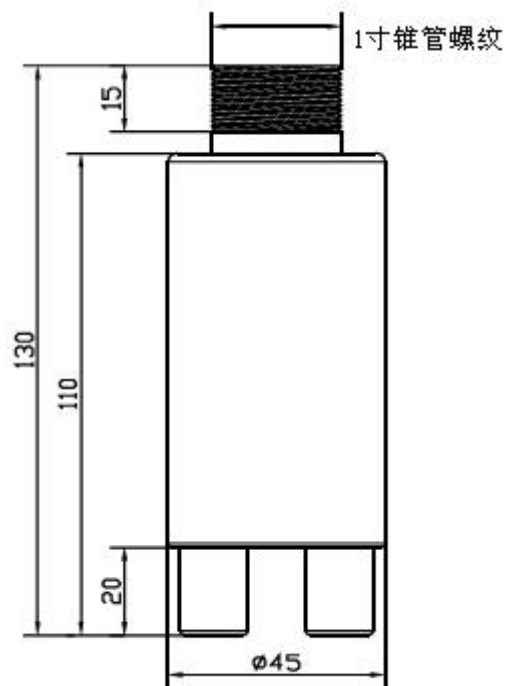
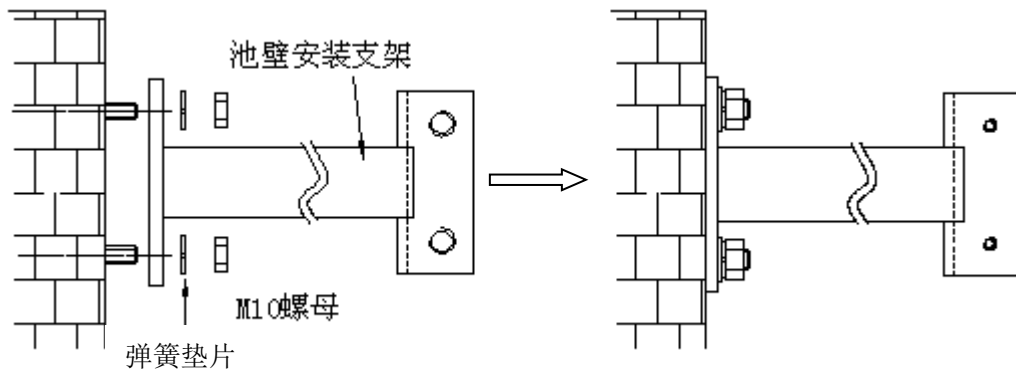

图 2-4 浸没式传感器尺寸
图 2-5 传感器池壁支架安装示意图
如果用户不采用厂家配套的安装支架，请参考如图 2-4 所示的浸没式传感器尺寸，自行设计安装支架。
1、首先在安装传感器的池壁合适位置打入四个 M10 钢制膨胀螺栓，将如图 2-4 所示的传感器池壁安装支架通过 M10 螺母和弹簧垫片固定在池壁的螺栓上，安装完成后如图 2-5 中右图所示。